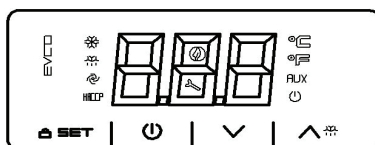

Рис.3 Блок управления EV3B22
7.2.1 Контроллер EV3B22 обеспечивает: поддержание температурного режима в камере, индикацию температуры, включение звуковой сигнализации при выходе температуры в камере за установленные пределы. Датчик температуры размещается внутри камеры морозильника. Органы управления выведены на панель управления морозильника (рис.3):